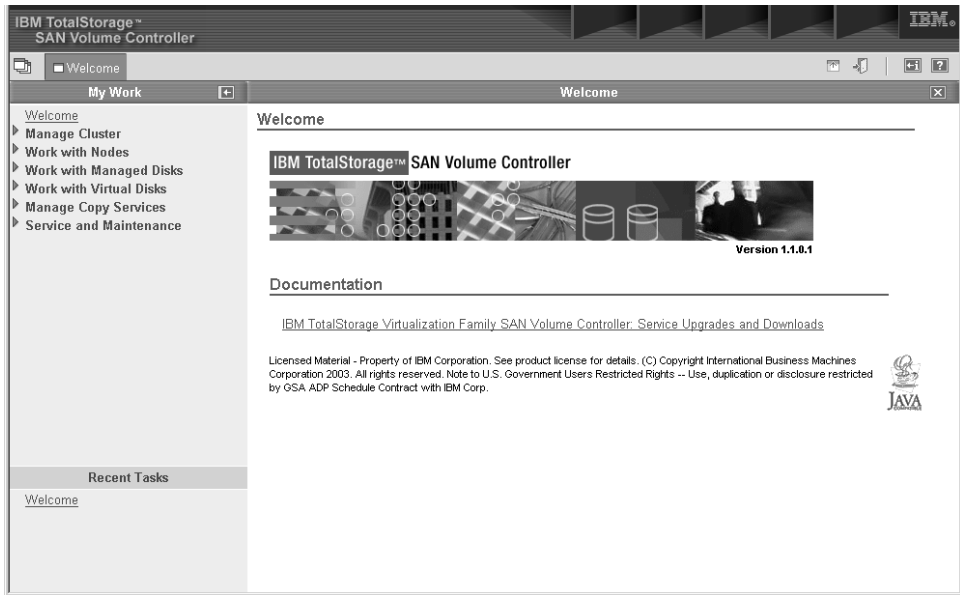

图 23. SAN Volume Controller Console Welcome 面板
5. 单击 **Go**，在新窗口中显示 Welcome 面板。请参阅第 6 页的图 23。